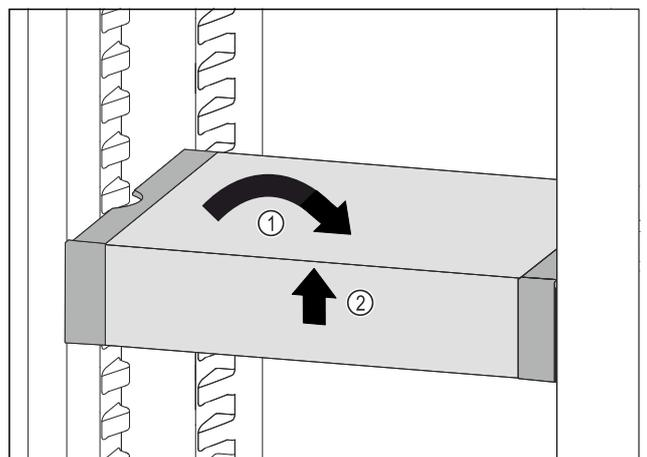

Fig. 85
- ▶ VarioSafe gerade stellen. *Fig. 85 (1)*
- ▶ VarioSafe vorne anheben. *Fig. 85 (2)*